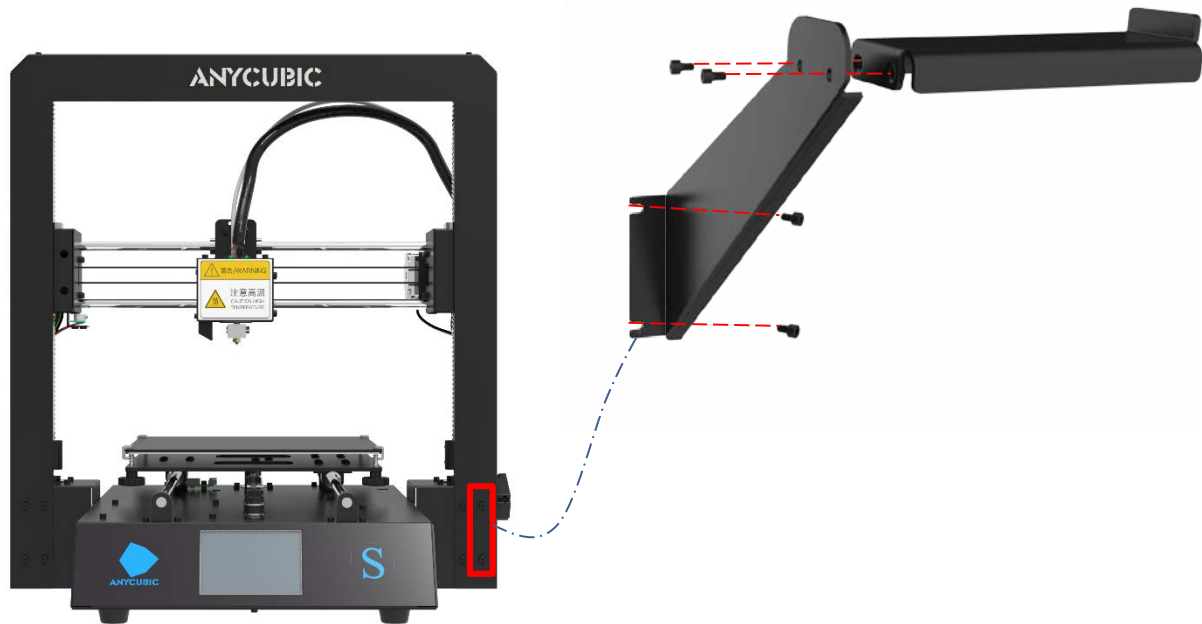

图 2
(2) 如图2，用两颗M3*5螺丝安装好耗材架，然后拧出固定龙门框架的两颗M3*5螺丝并将耗材架按图中位置安装。